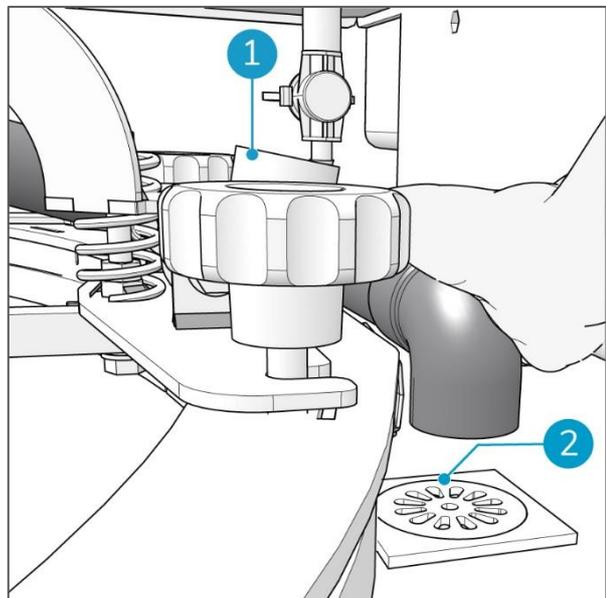

Abbildung 65
5. Nehmen Sie den Saugschlauch aus dem Schlauchanschluss an der Rakel (Abbildung 65, Pos. 1).
6. Platzieren Sie den Saugschlauch über einem Abwasserablauf (Abbildung 65, Pos. 2).
10. Wenn die Saugleitung sauber ist, bringen Sie den Saugschlauch wieder am Schlauchanschluss der Raket (Abbildung 65, Pos. 1) an.